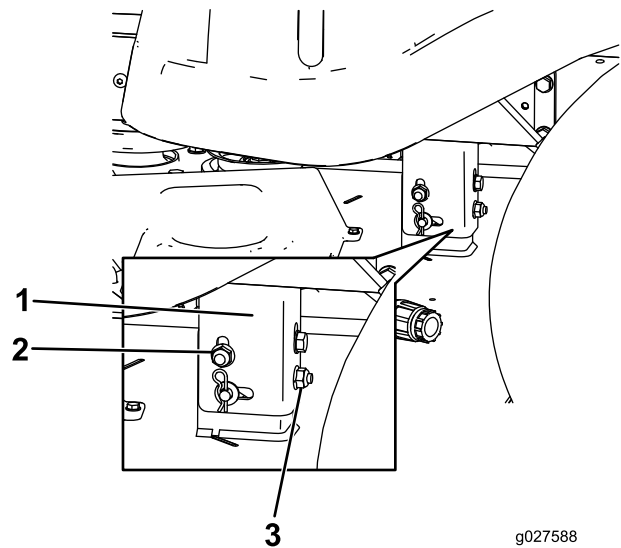

Bild 61
8. Drehen Sie die hintere Sicherungsmutter, um die linke Seite des Mähwerks anzuheben oder abzusenken. (Bild 61).